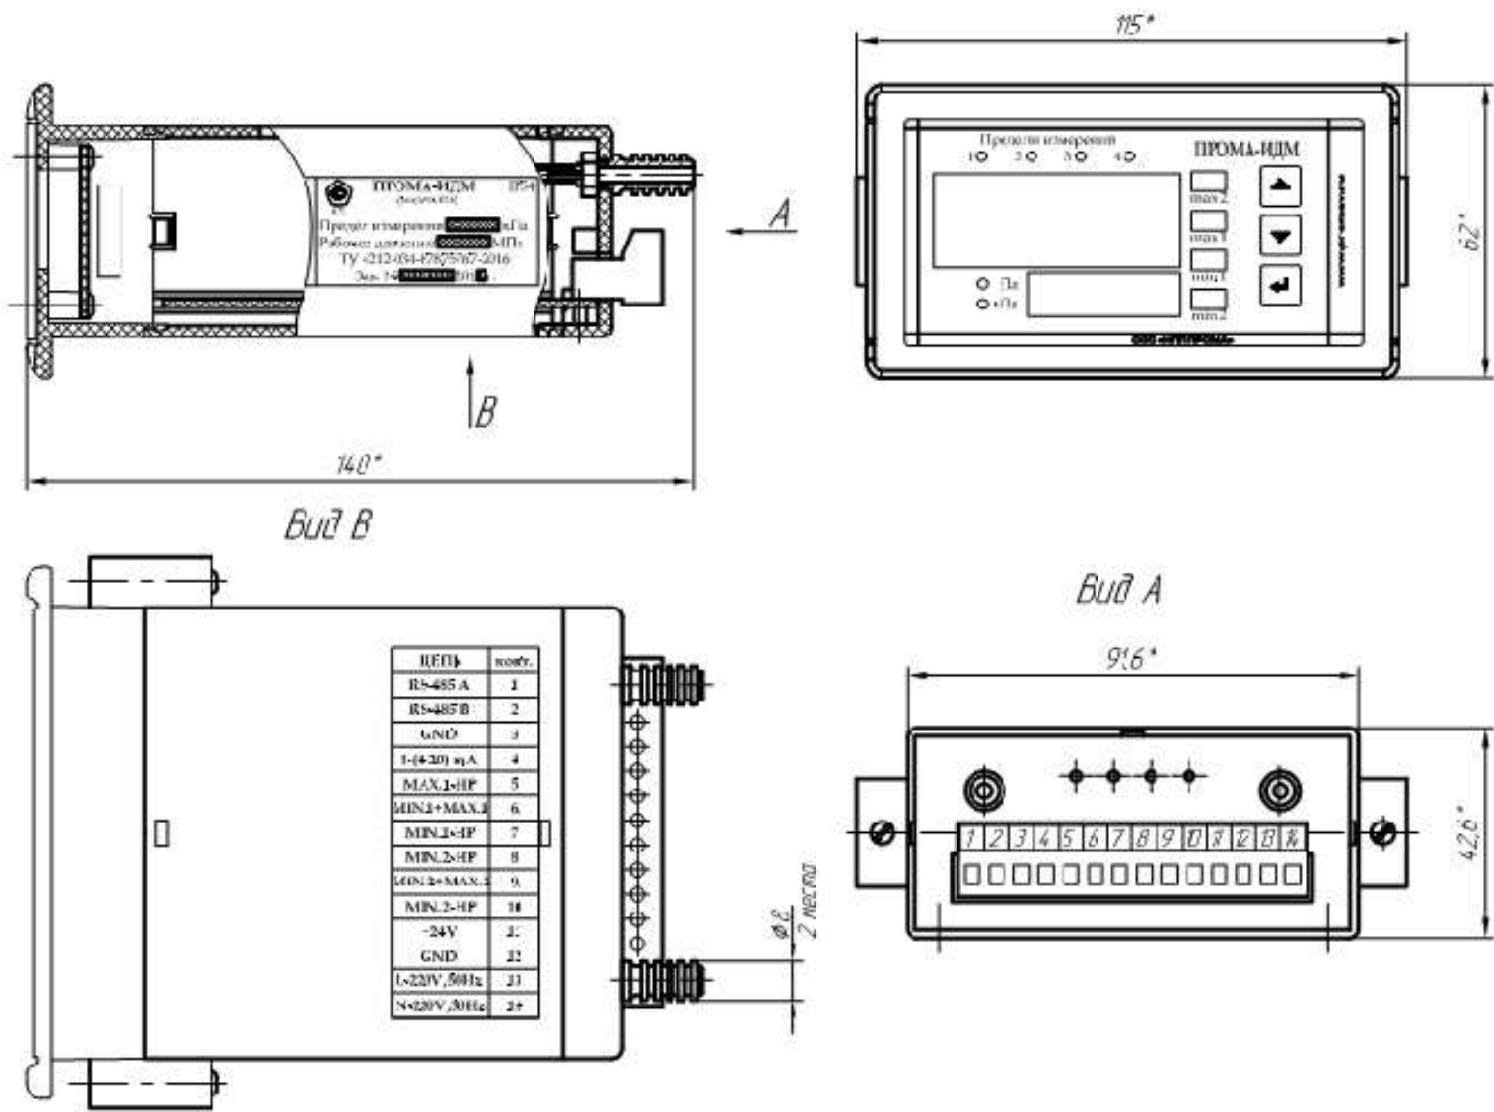

Рис. 1.2. Измеритель Пром-ИДМ-ДД. Щитовое исполнение. Габаритный чертеж.
- Рис. 1.2. Измеритель Прома-ИДМ-ДД Щитовое исполнение. Габаритный чертеж.